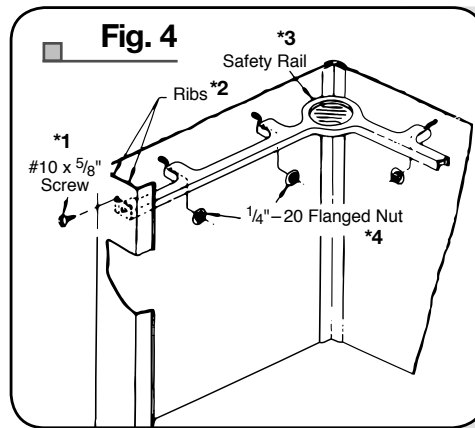

Fig. 4
4. Position Safety Rail inside cabinet so that each end is located between the two ribs on the inside of the front support extrusions. Use a #10 x 5/8" Truss Head Screw to secure both ends of the Safety Rail through the pre-punched holes in the front supports. Position side and rear mounting pods of Safety Rail onto previously installed mounting screws. Place a 1/4" - 20 Flanged Nut on each mounting screw and tighten securely using a 7/16" wrench. (Fig. 4)
4. Coloque la baranda de seguridad dentro de la cabina de manera tal que cada extremo quede en medio de las dos costillas de la parte interna de los moldeamientos de apoyo frontales. Introduzca los tornillos de cruz #10 x 5/8" en los orificios marcados en los soportes del frente para asegurar los dos extremos de la baranda de seguridad. Coloque los sostenes traseros y laterales de montaje que tiene la baranda sobre los tornillos de sujeción previamente dispuestos. Coloque una tuerca con brida de 1/4" - 20 en cada uno de los tornillos de sujeción y ajústelos usando la llave de 7/16". (Fig. 4)
4. Placez la barre dans la cabine de façon que chaque extrémité s'insère entre les 2 nervures situées à l'intérieur des extrusions de support avant. Serrez une vis à tête bombée n° 10 de 5/8 po dans le trou des supports avant de chaque extrémité de la barre. Placez les supports de montage latéraux et arrière de la barre d'appui sur les vis préinstallées. Vissez un écrou à embase n° 20 de 1/4 po sur chaque vis et serrez avec une clé de 7/16 po. (Fig. 4)